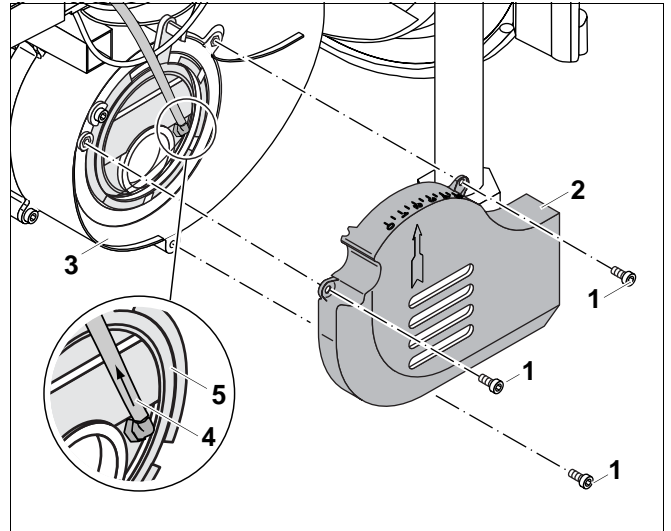

Рис. 62 Демонтаж шумоглушителя
- Отверните три винта (рис. 62, **поз. 1**) на шумоглушителе.
- Снимите шумоглушитель (рис. 62, **поз. 2**) с крышки корпуса (рис. 62, **поз. 3**).
- Отсоедините импульсную линию (рис. 62, **поз. 4**) от отрицательного полюса на реле давления воздуха и всасывающего канала (рис. 62, **поз. 5**).